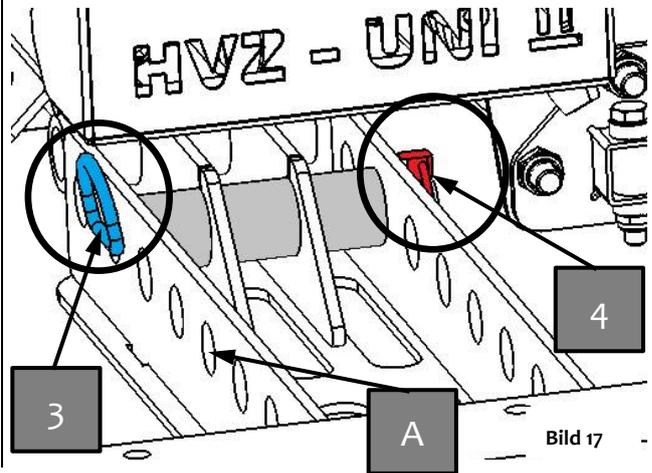

Bild 17
Vuelva a introducir el pasador (3) (véase la fig. 17) y asegúrelo con el pasador de seguridad (4) (véase la fig. 17).